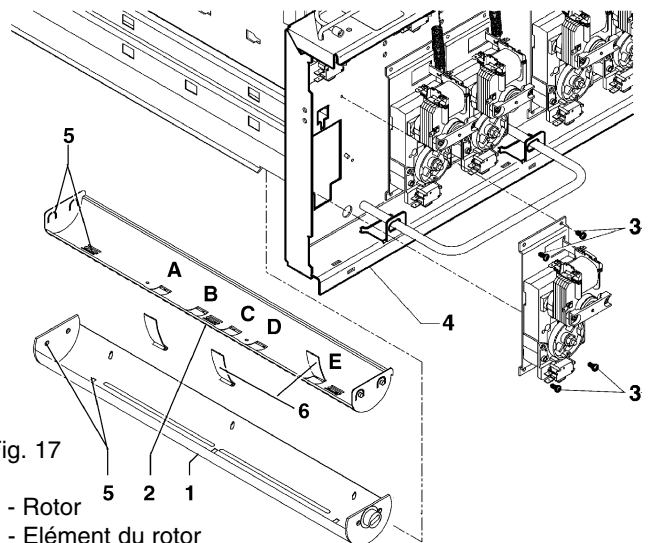

Fig. 17
- pour préparer le rotor en vue de la distribution de boîtes sur quatre rangs il faut introduire trois lames antivol dans les logements prévus à cet effet (voir fig. 17). Les lames empêchent aux boîtes de passer dans le rotor lorsque celui-ci est partiellement vide. Les lames doivent s'engager dans les gorges B-D-E pour les boîtes de 250 cc et dans les gorges A-C-E pour les boîtes de 330 et de 355 cc.